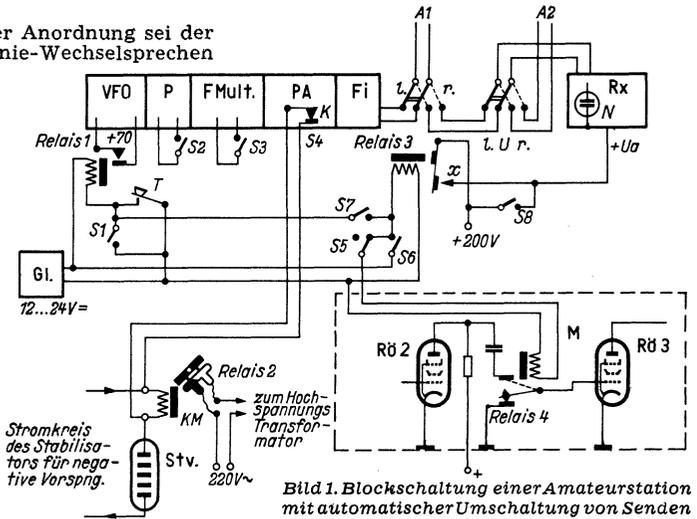

Bild 1. Blockschaltung einer Amateurstation mit automatischer Umschaltung von Senden auf Empfang
In der Blockschaltung Bild 1 ist die grundsätzliche Anordnung einer Station mit automatischer Umschaltung dargestellt.
Das Relais Rel 2 befindet sich im Gleichrichterteil des Senders (siehe Schaltung Bild 1). Sein Einbau und seine Konstruktion (Selbstbau) sind im ersten Sender-Baubuch auf Seite 75 bis 77 eingehend beschrieben. Es handelt sich um ein sogenanntes Selbsthalte-Relais, das nur von Hand eingeschaltet werden kann und augenblicklich abfällt, wenn sein Klebmagnet (KM) stromlos wird. Der Strom für diesen Magnet wird vom Gleichrichter der negativen Vorspannungen geliefert. Zugleich mit dem Einschalten sämtlicher Röhren-Heizungen beginnt dieser Gleichrichter zu arbeiten. Erst wenn der Stabilisator Stv. gezündet hat, wird der Magnet KM erregt. Fällt aus irgendeiner Ursache (Defekt der Gleichrichterröhre oder des Stabilisators oder Durchschlagen eines Blocks oder Leitungsbruch) dieser Gleichrichter aus, so ist der Elektromagnet KM augenblicklich stromlos. Damit fällt das Relais Rel 2 ab. Die an ihm befestigte Quecksilberschalt-